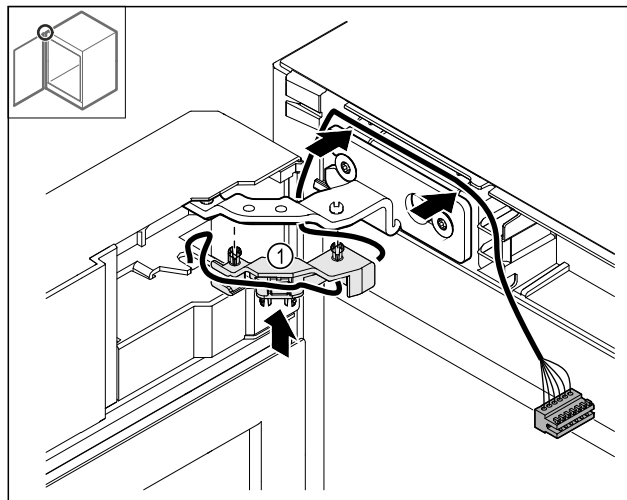

Fig. 48
- ▶ Pritisnite držač kabela Fig. 48 (1) u šarku.